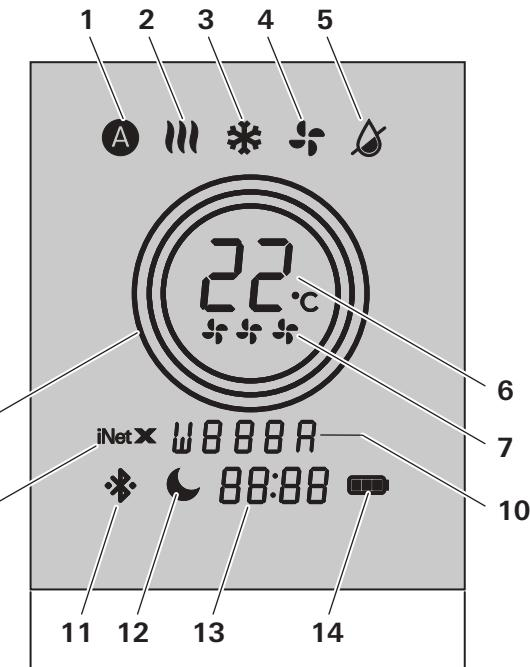

Fig. 10
- 1 Pantalla (consulte Fig. 10)